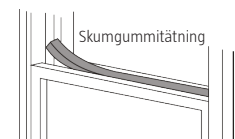

Fig. 11
5. Kapa skumgummitätningen till lämplig längd och täta spalten mellan fönsterhalvorna (fig. 11).